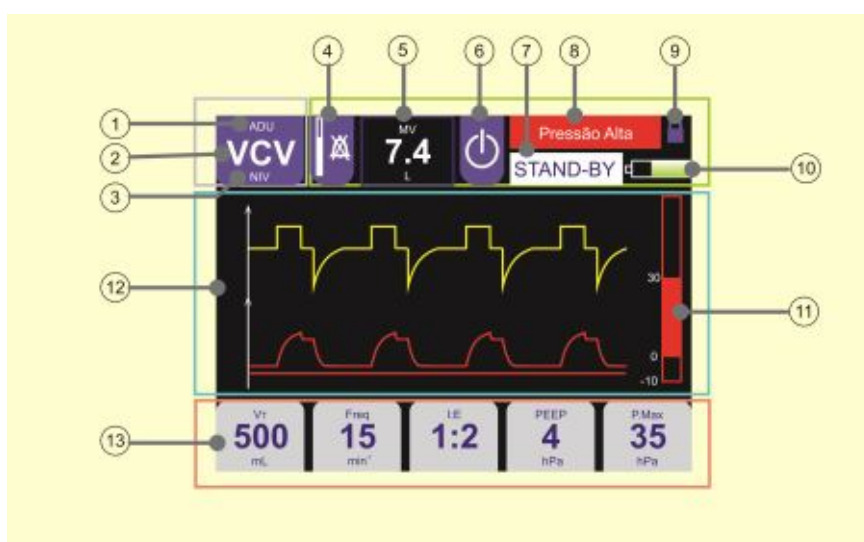

Figura 12 – Área de ajustes de modalidade e gráficos
- (6) STAND-BY – Ao pressionar esta tecla por pelo menos 2 segundos o ventilador entra em modo de espera suspendendo a ventilação mecânica. A figura 12 Mostra a indicação de STAND-BY, a palavra STAND-BY permanecerá piscando enquanto o equipamento estiver nesta condição. Ao ficar pressionando a tecla a barra lateral irá se preencher até que os 2 segundos se completem.
- (7) Área de mensagens e status da carga da bateria do Oxymag
- (8) Mensagens de Alarmes e Alertas
- (9) Quando aparecer um cadeado significa que a tela sensível ao toque estará desabilitada. Pressione a tecla LOCK por pelo menos 2 segundos e a tela sensível ao toque estará habilitada.
- (10) Indicador de carga restante da bateria interna